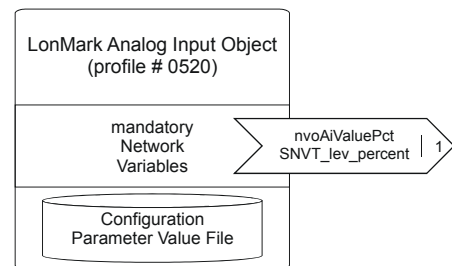

Abb. 9 Analog Input Objekt
- 1 Analog Input Objekt (#0520) (siehe Abb. 9)